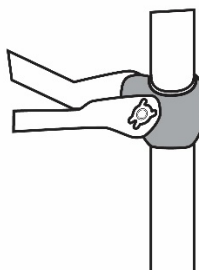

Рис. 3
Не снимайте X-образную шайбу с места крепления подстоля (2) и подвижной каретки (6) Рис. 3